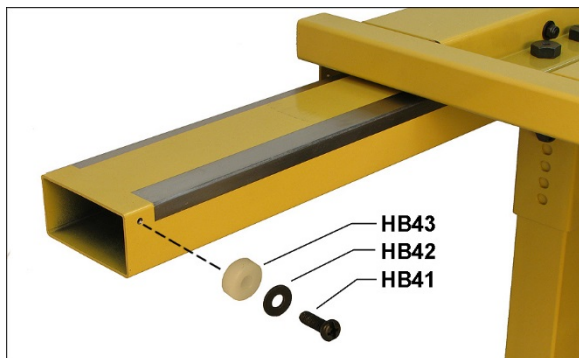

Рисунок 7-11
2. Установите стопорные кольца на обоих концах внешней направляющей (Рисунок 7-11).